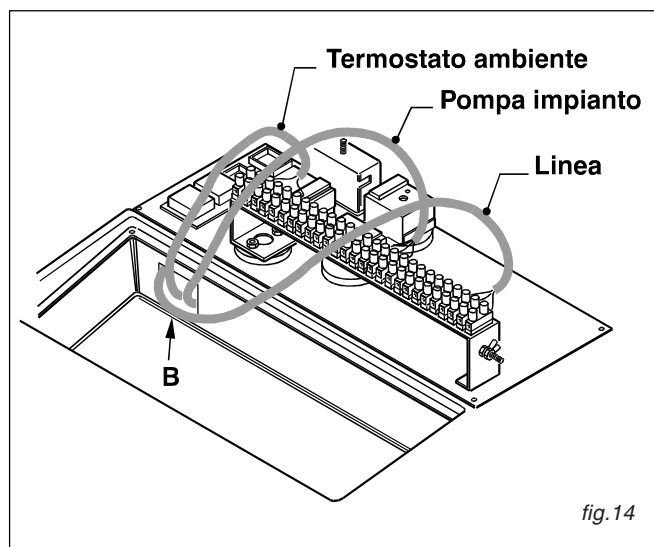

fig.14
- 3) Inserire i cavi elettrici di collegamento della linea, della pompa impianto e dell'eventuale termostato ambiente nella canalina "B" che sbocca sul lato posteriore mantello (vedi fig.14).